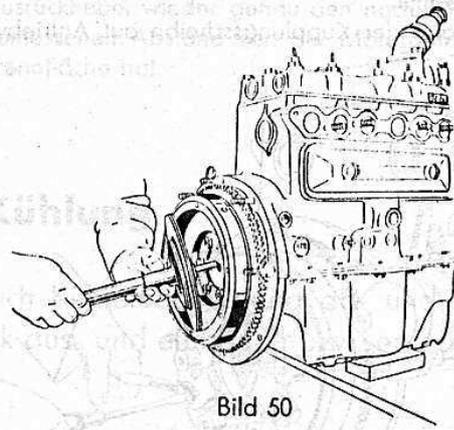

Bild 50
5. Zum Wiedereinbau: Kupplungsscheibe mittels Zentrierdorn (Wst 1104) in Schwungrad einsetzen, gezeichnete Keilnute der Nabe senkrecht nach oben stellen (Bild 50).